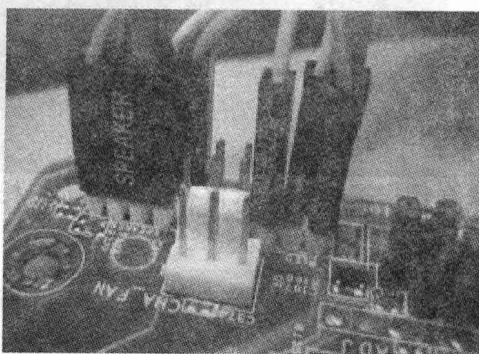
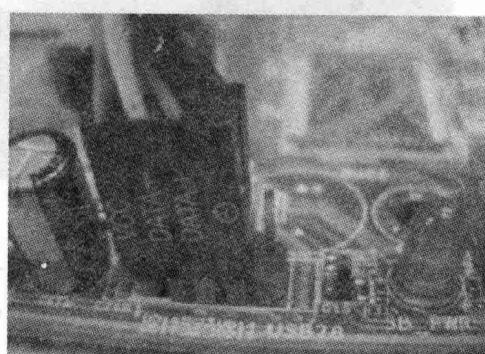

图 2-19
图 2-20
8. 按照主板标示(或者主板说明书)以及各连接线上的标示连接好各信号的连接线，这些主要有：POWER—LED、HD—LED、POWER—SW、RESET、SPEAKER 以及扩展 USB 的连接线等。主板的跳线最好不要动，其在出厂时已经默认设置好了。如图 2-19、图 2-20 所示。